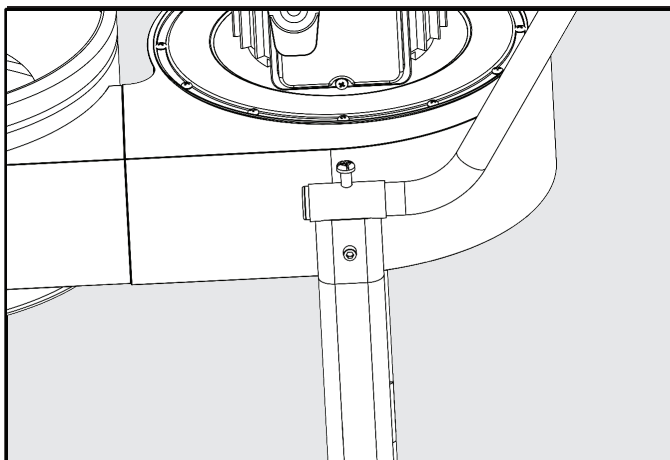

FIGURE 11
- Visser une vis autotaraudeuse Phillips à tête ronde M8 (21) de chaque côté (Fig11).